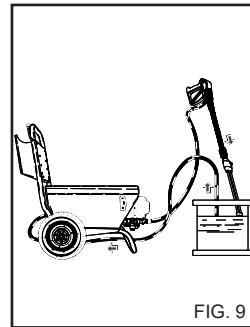

FIG. 9
1) Na het gebruik met schoonmaakproduct, het watercircuit spoelen: de pomp 1 minuut laten draaien met de doseerkraan volledig dichtgedraaid. (Fig. 9).